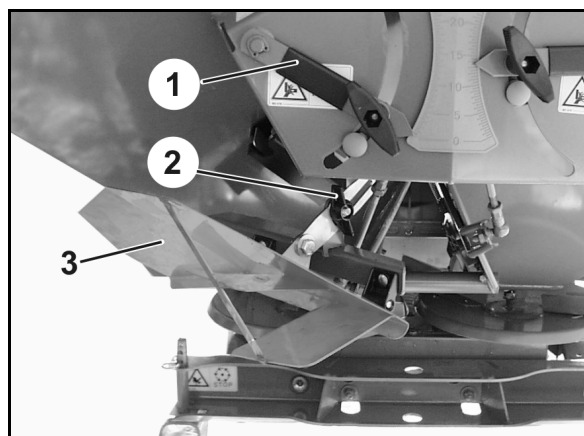
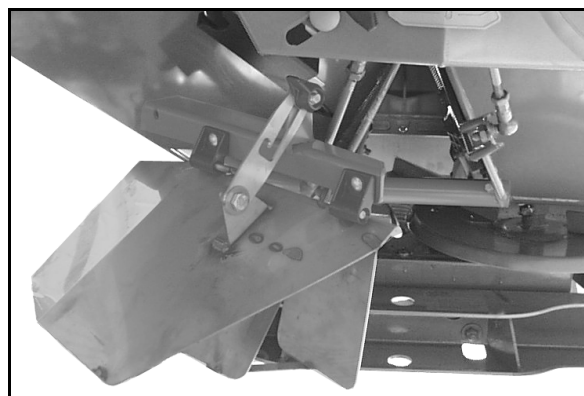

Fig. 82
Fig. 83
- Luk venstre spjæld (Fig. 82/1).
2. Løsn vingemøtrikken (Fig. 82/2).
3. Vip grænsespredeskærmen (Fig. 82/3) ned fra deaktiveret stilling til driftsstilling (Fig. 83).
4. Spænd vingemøtrikken (Fig. 82/2).